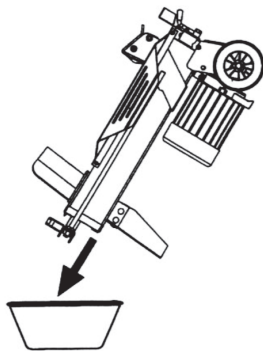

Рисунок 4. Схема заміни гідравлічного мастила.
6.4 Заміна гідравлічного мастила (рис. 4).
3. Повернути виріб збоку допоміжної опори, як показано на рис. 4 над ємністю для відпрацьованого мастила та витримати до повного зливу.